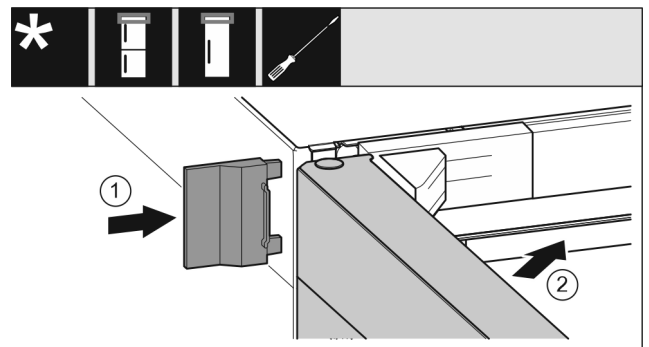

Fig. 21
- ▶ Työnnä ulompi suojus paikalleen. Fig. 21 (1)
- ▶ Sulje ylempi ovi. Fig. 21 (2)